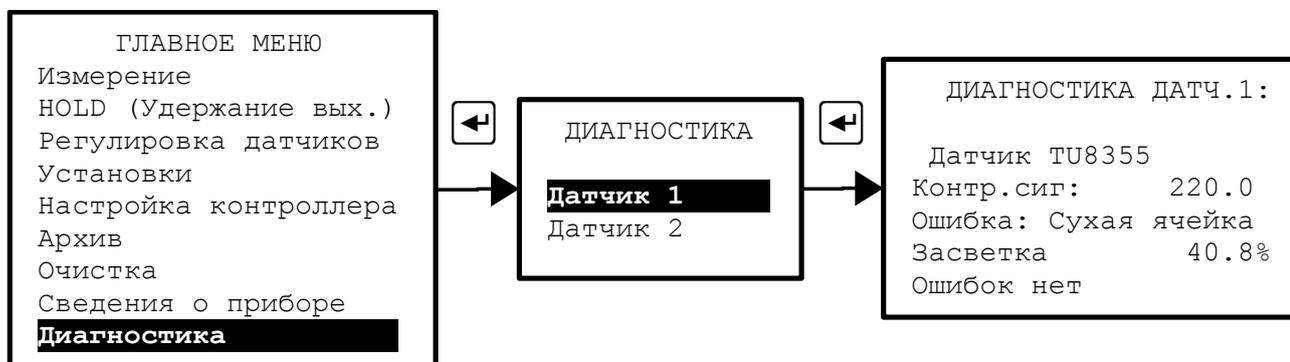

Рисунок 29 - Диагностика
10.3.12.1 В этом меню (Рисунок 29) необходимо выбрать датчик для диагностирования. Контроллер проверит состояние датчика и выдаст результаты на дисплей.